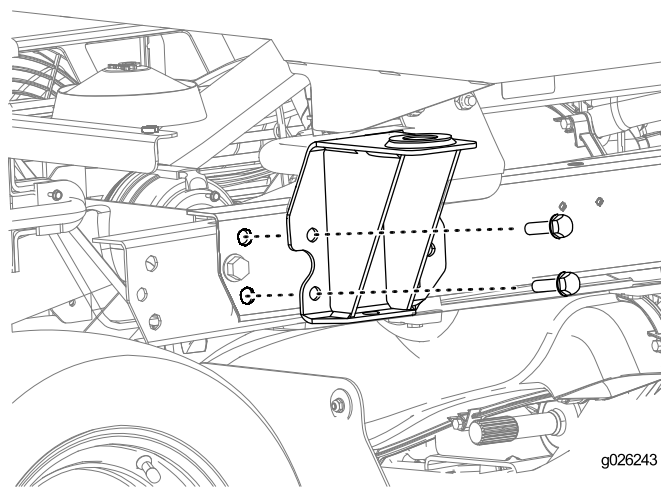

Figura 21
1. Instale os suportes traseiros na máquina como se mostra na Figura 21, utilizando o hardware removido do ROPS na Remoção do conjunto do ROPS \(página 6\).